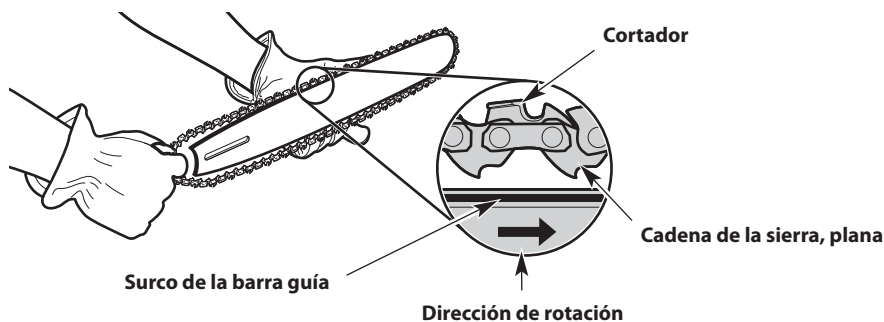
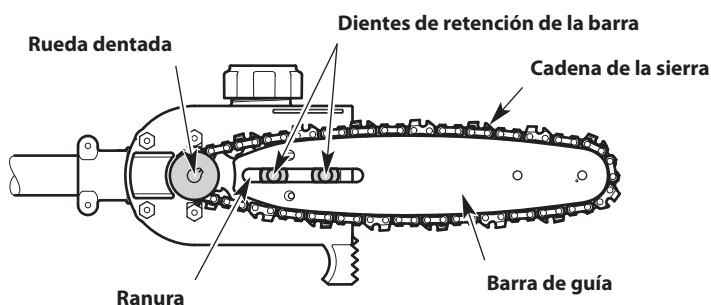

Fig. 16
Fig. 17
3. Coloque la cadena de la sierra en el surco de la barra guía (Fig. 16). Compruebe que los cortadores están en la dirección correcta de rotación (Fig. 16). Mantenga un lazo de la cadena de la sierra en el extremo trasero de la barra guía (Fig. 16).
4. Mantenga la cadena de la sierra y la barra guía juntas en la posición sobre la unidad. Enganche la cadena de la sierra alrededor de la rueda dentada de impulsión e instale la barra guía sobre los pernos de la barra (Fig. 17). Compruebe que la barra guía esté al ras contra la superficie de montaje. Compruebe que las partes planas sobre la cadena de la sierra están en los surcos de la rueda dentada de impulsión (Fig. 16 y Fig. 17).
6. Instale la cubierta de la barra. Apriete el tornillo y dos (2) tuercas de retención de la barra.